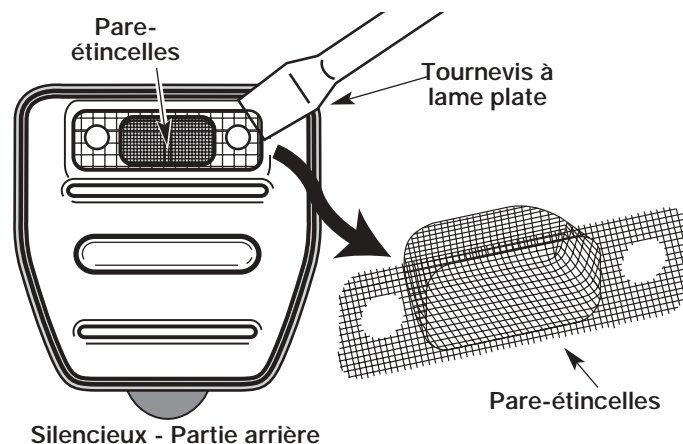

Fig. 40
4. Soulevez soigneusement le pare-étincelles de son trou à l'aide d'un petit tournevis à lame plate (Fig. 40). Retirez le pare-étincelles du silencieux.
5. Nettoyez le pare-étincelles à l'aide d'une brosse métallique. Remplacez-le s'il est endommagé ou si vous n'arrivez pas à le nettoyer complètement (Fig. 40).